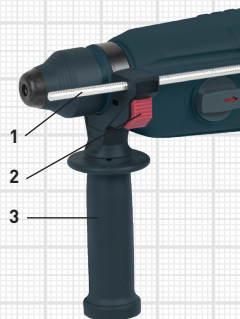

Рис. 1
Перед работой всегда устанавливайте на перфоратор съемную ручку 3 (рис. 1), чтобы надежно удерживать его двумя руками. Положение съемной ручки можно изменить для удобного использования инструмента:
Ограничитель глубины сверления 1 (рис. 1) предназначен для сверления отверстий заданной глубины.
- Нажмите кнопку фиксации 2 (рис. 1) и, удерживая ее, вставьте ограничитель.